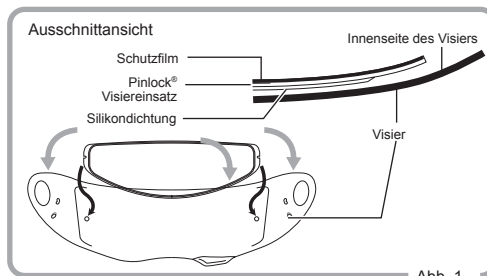

Abb. 1
1. Legen Sie den Pinlock® Original Visiereinsatz im Visier an, sodass die Silikondichtung das Visier berührt. Ziehen Sie den Schutzfilm der Scheibe noch nicht ab. Befestigen Sie den Original Visiereinsatz im Visier, indem Sie ihn auf die Stifte drücken. (Abb. 1 und 2)